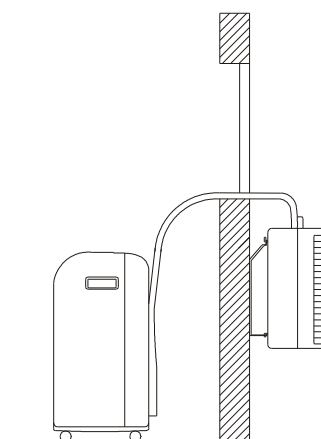

Fig. 8
2. Suspendez la partie extérieure aux supports muraux et sécurisez-la au moyen des vis M4 fournies (Fig. 8 et 9).